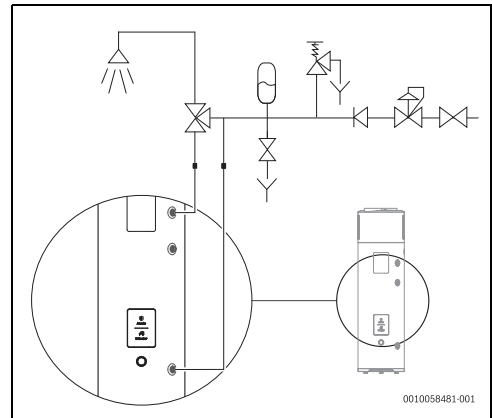

Bild 14 Anschlüsse Wasserzufuhr
In der Kaltwasserzuleitung muss ein 8 bar-Sicherheitsventil montiert sein (Abb. 14).
Die an das Sicherheitsventil angeschlossene Ablaufleitung muss mit einem Gefälle installiert werden. Die Installation muss an einer frostgeschützten Stelle erfolgen (Abb. 14).
Wasserabsperrenteil während des Betriebs niemals schließen. (→ Bild 14, Seite 19).
- ▶ Ausdehnungsgefäß installieren¹⁾ (→ Bild 14), um ein häufiges Öffnen des Sicherheitsventils zu vermeiden.